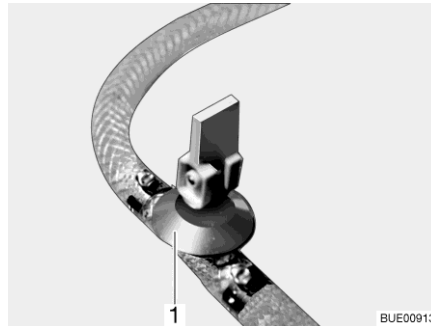

Fig. 223 Rubinetto di scarico
- Chiudere il rubinetto/i rubinetti di scarico. A questo scopo posizionare orizzontalmente la leva a bilanciare (Fig. 223,1).
- Aprire il rubinetto/i rubinetti di scarico (Fig. 223). A questo scopo posizionare verticalmente la leva a bilanciare (Fig. 223,1). Il boiler viene svuotato verso l'esterno.